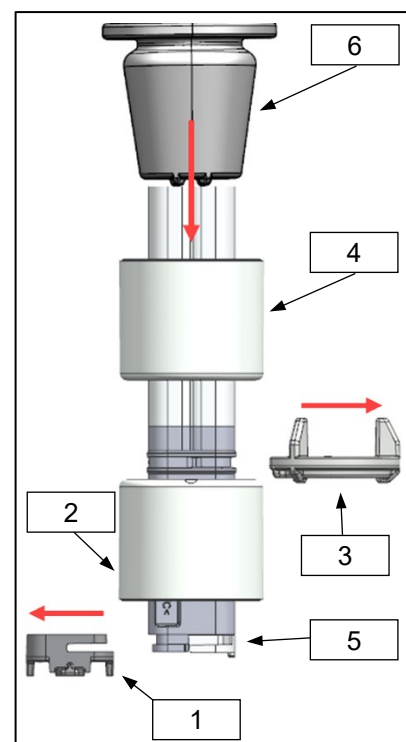

Abbildung 11
- ▶ Filtersieb (Abbildung 11, Pos 1) seitwärts herausziehen.
- ▶ Unteren Schwimmer (Abbildung 11, Pos 2) nach unten herausziehen